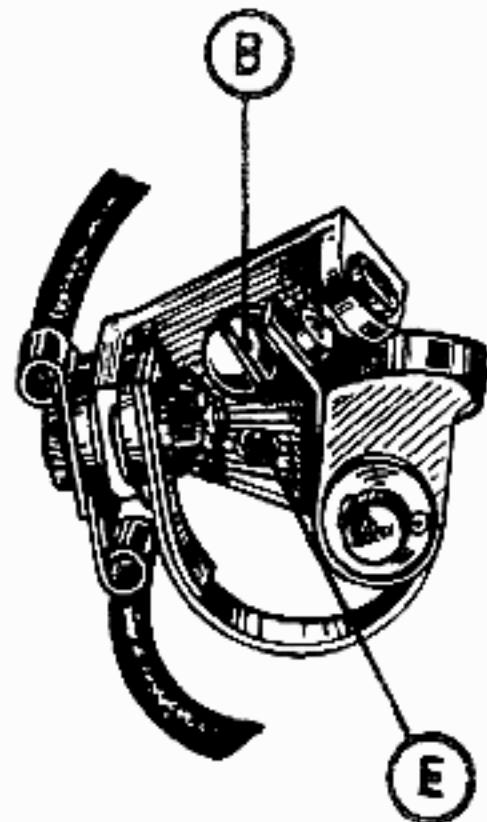

Fig. 14 - Ruttore
Ogni 5000 Km di percorrenza effettuat dalla motoleggera, corrispondenti in media a 100 ore di funzionamento del magnete alternatore, si controllino le **condizioni del ruttore** verificando, attraverso le apposite finestrelle esistenti sul vetro, l'apertura massima dei contatti la quale deve corrispondere ai dati prescritti. Qualora questa dovesse risultare maggiore o minore si passi alla sua regolazione agendo con un cacciavite sull'apposita vite eccentrica (E) (fig. 14) previo allentamento della vite di bloccaggio (B) della squadretta porta